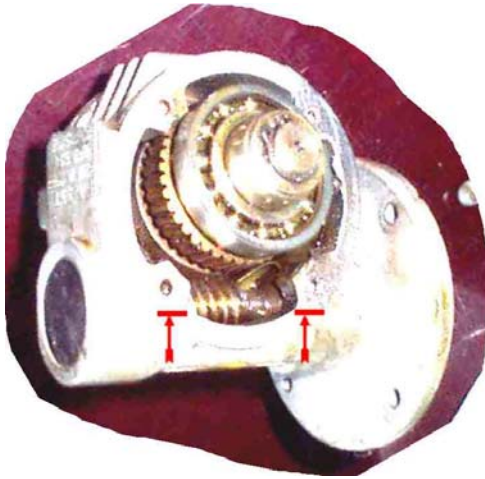
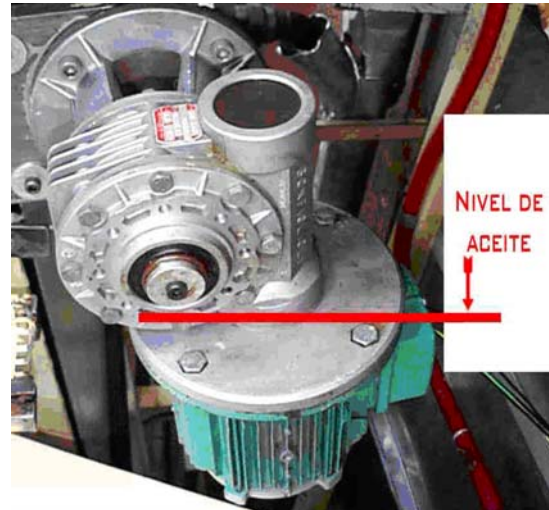

Figura 8 - Nivel de aceite
Figura 9
- ✓ Transmisiones sin fin corona (Figura 8 y Figura 9).